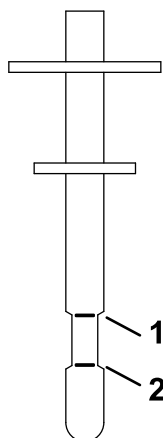

Figure 67
7. Remettez la jauge dans le goulot de remplissage, puis ressortez-la et contrôlez le niveau de liquide (Figure 67).